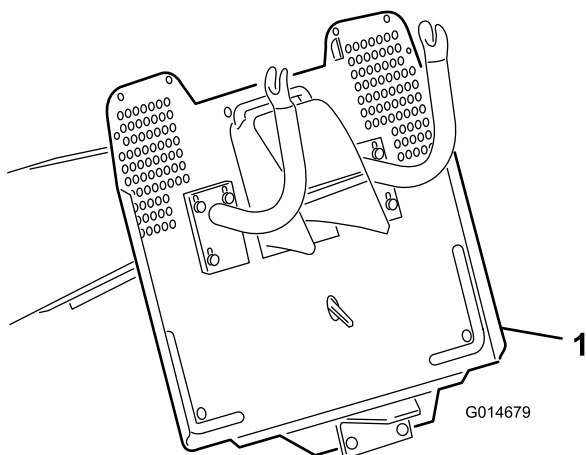

Figura 18
2. Instale el accesorio en el enganche de remolque situado en la parte inferior trasera de la máquina (Figura 18).